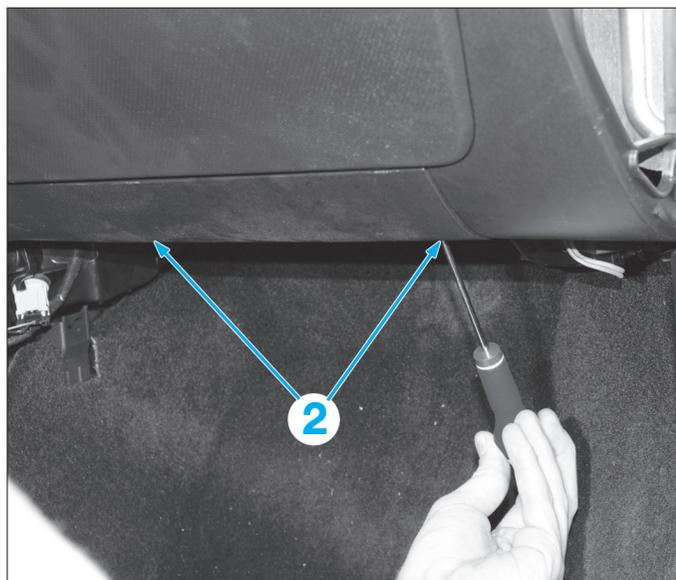

Fig. 12
- déposer les vis (2) (Fig.12),